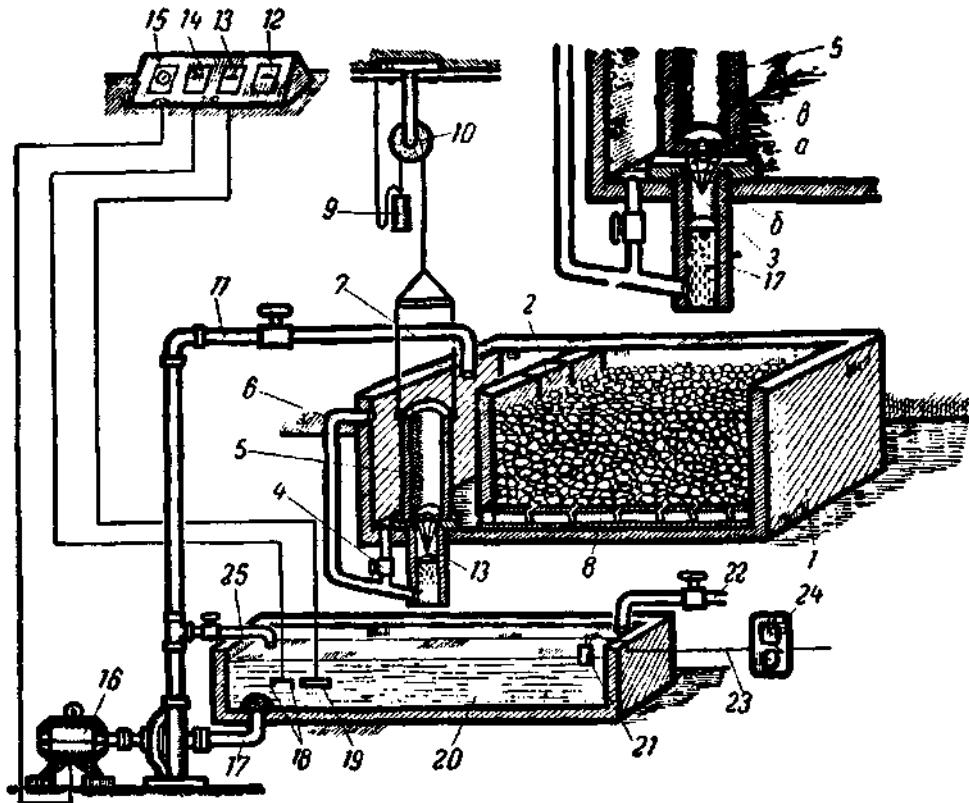

Рис. 36. Схема устройства гидропонной установки системы Рёшлера:
Питательный раствор должен оставаться в резервуаре примерно 20 минут для полного насыщения гравия и только после этого снова освобождать резервуар. Как же достигается автоматизация в этом случае? Оказывается очень просто: в дне запирающего стакана (5) просверлено маленькое отверстие в (рис. 36, увеличенная деталь схемы в правом верхнем углу), через которое из стакана медленно и непрерывно вытекает раствор. Отверстие должно быть именно такого диаметра, чтобы примерно через 20 минут вес пустеющего стакана стал меньше веса уравновешивающего его груза (противовеса) (9), и тогда стакан поднимется вверху, открывая выход для раствора.